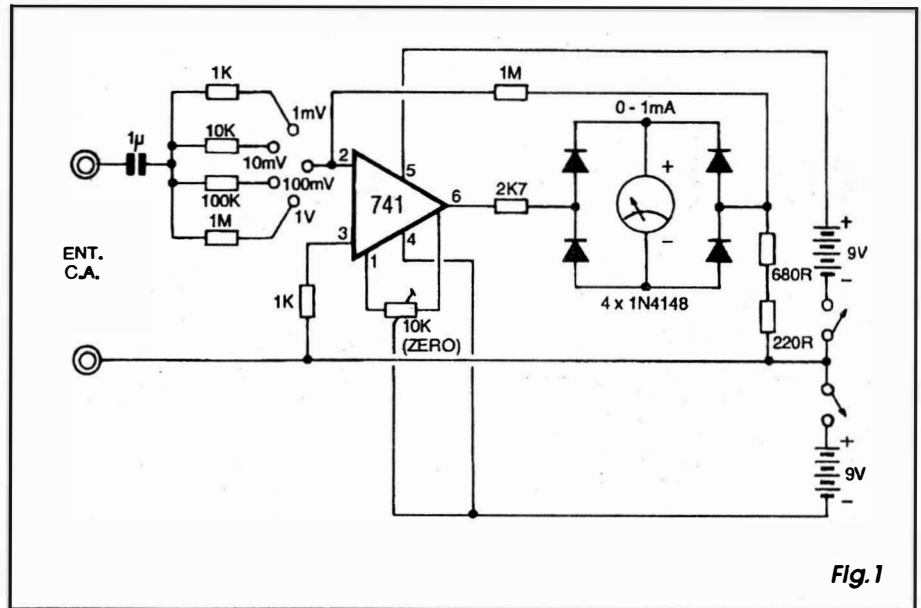

Fig.1
- FIG. 1 - DIAGRAMA ESQUEMÁTICO DO CIRCUITO - Um (manjadíssimo...) integrado 741, Amplificador Operacional de alto ganho, centraliza as ações do circuito, arranjado em amplificador inversor para sinais de C.A., com poderosos fatores de ganho, basicamente determinados (vão lá, na aula em que explicamos o 741...) pelas relações entre os valores do resistor de realimentação (1M, entre o pino 2 da *entrada inversora*, e a saída final do módulo...) e dos resistores *chaveáveis* de entrada (1K-10K-100K-1M). Um *trim-pot* de 10K entre os pinos de *off-set* (1-5), com o cursor levado à linha do **negativo** da alimentação em *split*, permite o fácil *zeramento* do conjunto, na ausência de sinal (entrada geral em *curto*...), garantindo boa precisão geral a partir desse único e simples ajuste (ficando a calibração unicamente dependente da tolerância dos resistores de entrada e de realimentação...). Como os sinais amplificados (grandemente...) na saída - pino 6 - se apresentam na forma de C.A., uma ponte de diodos é estabelecida com 4 x 1N4148, recebendo os níveis de tensão já previamente dimensionados pelos resistores de 2K7, 220R e 680R, e entregando o resultado diretamente aos terminais de um galvanômetro com alcance de 1mA... Notar que embora este instrumento seja originalmente para medições em C.C., a inércia do sistema mecânico de retorno do ponteiro determina uma autêntica integração dos pulsos a ele aplicados, resultando numa deflexão